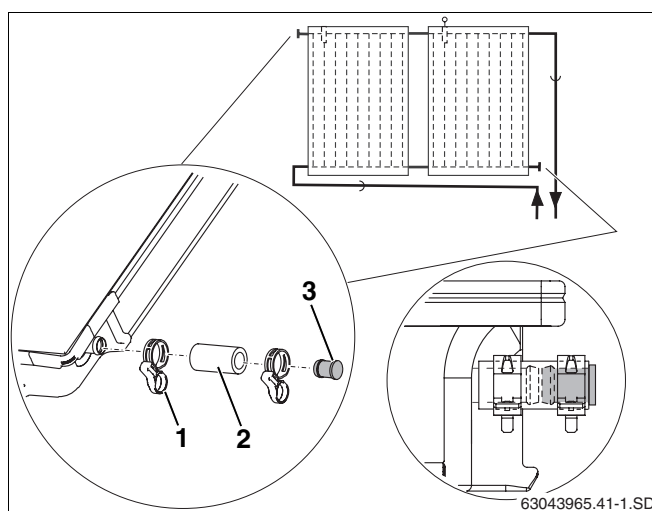

Fig. 40 Montar el tapón ciego y la abrazadera
- ▶ Conectar los tubos solares de 55 mm (fig. 40, **pos. 2**) con los tapones ciegos montados previamente sobre ambas conexiones libres del campo de colectores.